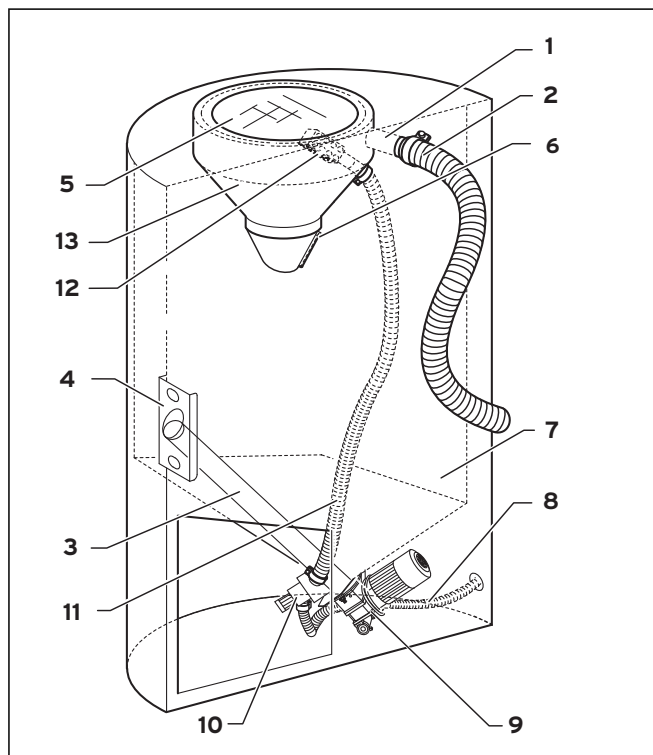

Fig. 5.6 Funktionselementer ved forrådsbeholder til sugetilførsel
Indsugningsstuds: På indsugningsstuds (1) er pilletransportslangen (2) tilsluttet. Via studs suges pillerne med undertryk ind fra pillelageret og tilføres cyklonen (13, fig. 5.6).
Indføringssnegl: Indføringssneglen (3) transporterer pillerne fra forrådsbeholderen (7, fig. 5.6) hen til faldskakten.